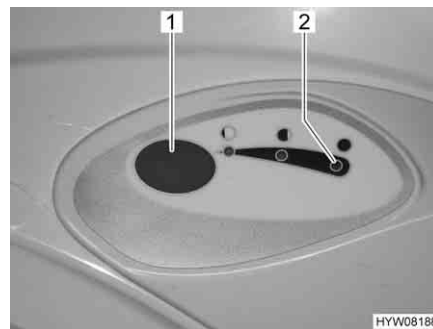

Fig. 97 Pulsante dello sciacquone/spia di controllo toilette Thetford
- Per sciacquare premere il pulsante blu (Fig. 97,1).
La spia di controllo (Fig. 97,2) si accende quando il serbatoio fecale deve essere svuotato.